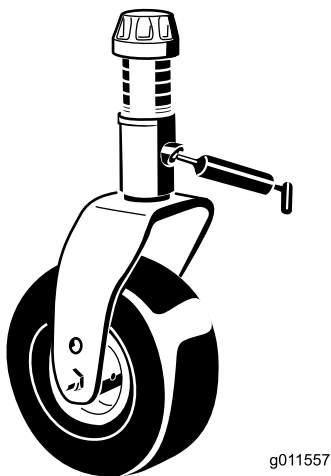

Figura 77
- 2 casquillos del eje de la horquilla de la rueda giratoria (Figura 77)